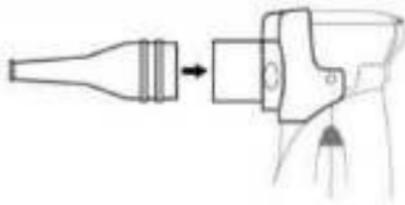

Fig. 9
(1) As peças inclusas consistem de um bocal, o qual é voltado para medicar através da garganta.
- Instalação do bocal: conecte o bocal na saída da tampa externa na direção da seta (vide a Fig. 9).